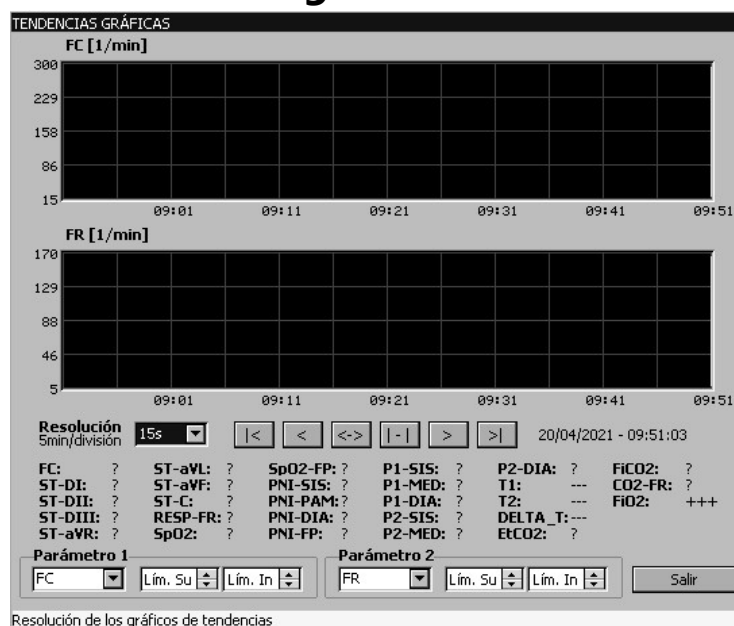

Figura 16-1 - Panel de configuración de Tendencias Gráficas
***NOTA:** En la figura 16.1, el gráfico superior corresponde a la tendencia del **Parámetro 1** y el gráfico inferior corresponde a la tendencia del **Parámetro 2**.*